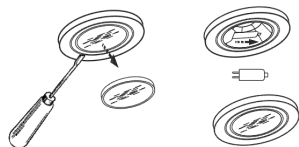

рис. 12
8.6 Замена галогенной лампы (рис. 12):